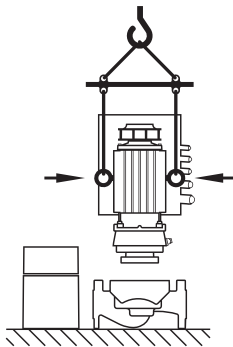

Fig.9: Транспортировка электродвигателя
- При необходимости, например, в случае ремонта, транспортировочные проушины можно переместить с фланца электродвигателя на его корпус (см., например, рис. 9). Перед монтажом транспортировочных проушин на корпусе электродвигателя из отверстий для проушин (рис. 7, поз. 20b) вывинтить проставки (см. главу 10.2.1 «Замена скользящего торцевого уплотнения» на стр. 240).
- Транспортировочные проушины, перенесенные с фланца электродвигателя на корпус электродвигателя, разрешается использовать только для перемещения/транспортировки съемного блока (рис. 9), но не всего насоса. Использование проушин для отделения съемного блока от корпуса насоса запрещено.